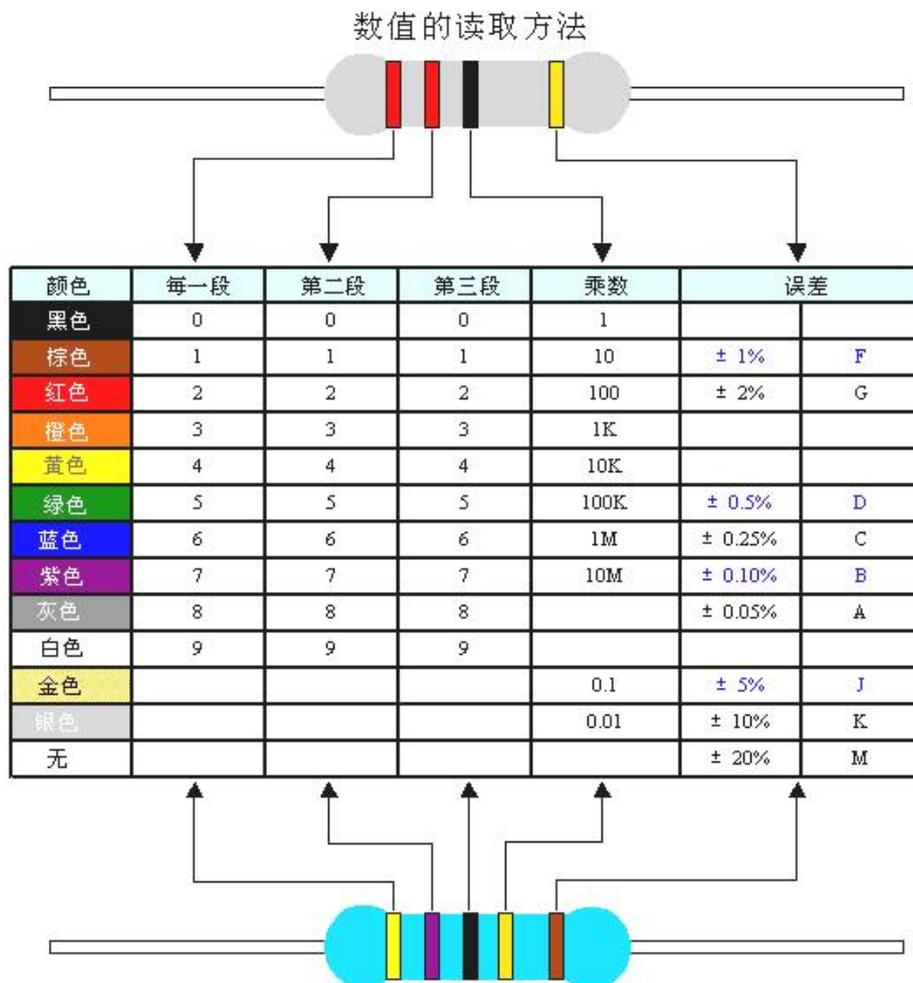

图 1-1-1 电阻颜色环构成及意义
3) 色环法: 用不同的颜色环标注在电阻的身体上, 表示电阻器的标称值和容许误差的方法。常见的色环法有四环和五环两种, 四环一般用于普通电阻的标注, 五环一般用于精密电阻的标注。其颜色环的构成及意义如图 1-1-1 所示。